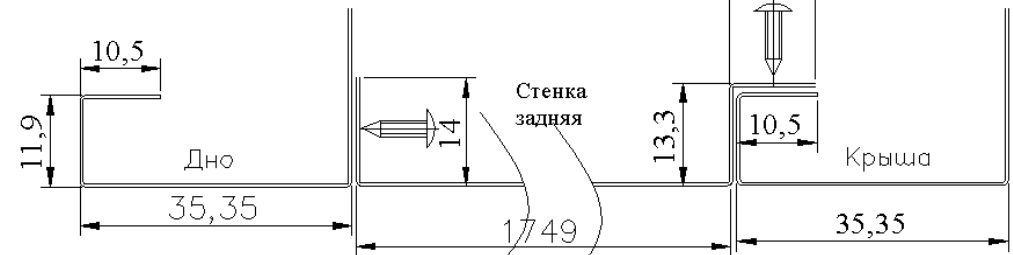

Рис.3
3.3. В каждый образовавшийся замкнутый контур (крыша-боковина-дно-боковина/перегородка) с внутренней стороны шкафа вложить заднюю стенку. Гибы по краям стенок разместить на ответных частях боковин/перегородки и крыши/крышах. Отверстия на задних стенках совместить с ответными отверстиями на боковинах (перегородках), крышах, днищах. Завинтить саморезы (прилагаются). Каждая задняя стенка крепится восемью саморезами-Рис.3.